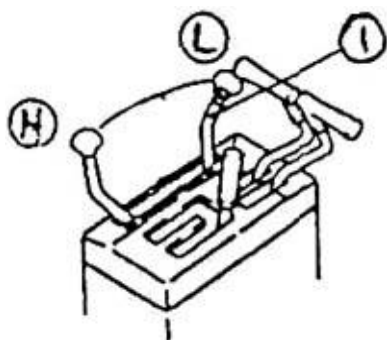

Рис. 2-4
2.2.1.1 Рычаг управления подачей топлива (1) (Рис. 2-4)